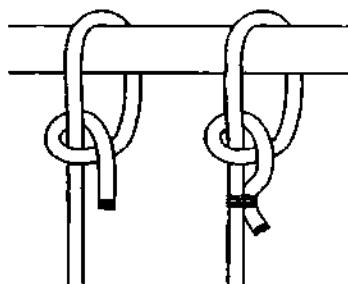

Рис. 510. Простой полуштык.
*Простой полуштык* – это *простой узел*, завязанный на опоре (рис. 510). *Простой полуштык* в основном вяжется как вспомогательный узел в комбинации с другими узлами. *Простой полуштык* надежен и крепок только с прихваченным ходовым концом, без бензеля он вяжется очень редко, так как является ненадежным и слабым узлом.